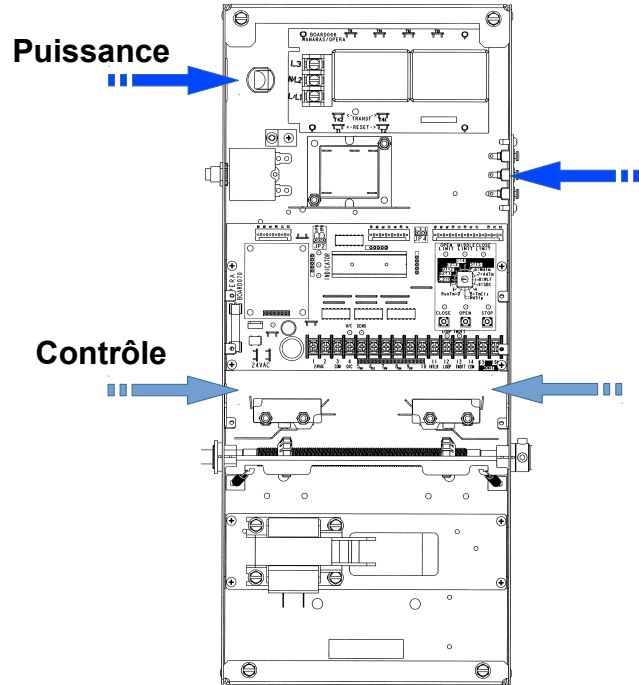

Figure 6 - Branchement basse tension (contrôle) et haute tension (puissance)
1. Disposer le circuit de puissance soit à la droite ou à la gauche de l'enceinte de contrôle, comme illustré à la Figure 6.
2. Disposer le fils de contrôle, comme illustré à la Figure 6. **GARDER SÉPARÉES BASSE ET HAUTE TENSIONS.**